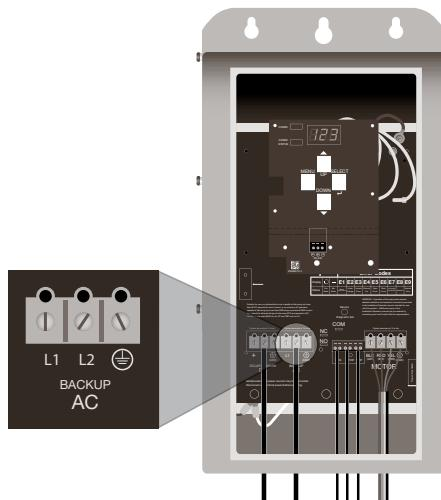

Figura 6: Conexión del cableado de CA
3. Conectar los cables desde el generador al bloque terminal etiquetado como "Back-up AC" (CA de respaldo) y marcado con L1, L2 y GND. (Figura 6) (Especificación de par de torsión: 15 libras-pulg/ 1.7 N·m).